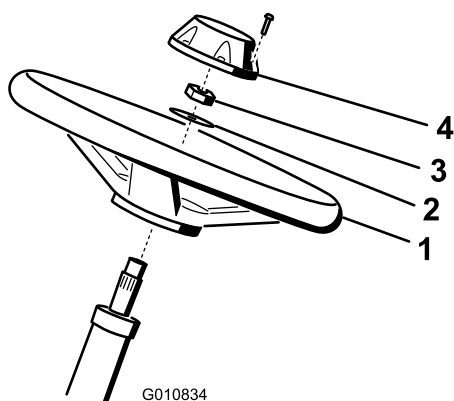

Рисунок 5
1. Наденьте рулевое колесо на рулевой вал (Рисунок 5).
2. Наденьте шайбу на рулевой вал (Рисунок 5).
3. Закрепите рулевое колесо на валу контргайкой и затяните ее с моментом 27-35 Нм Рисунок 5
4. Установите крышку рулевого колеса и закрепите ее винтом (Рисунок 5).